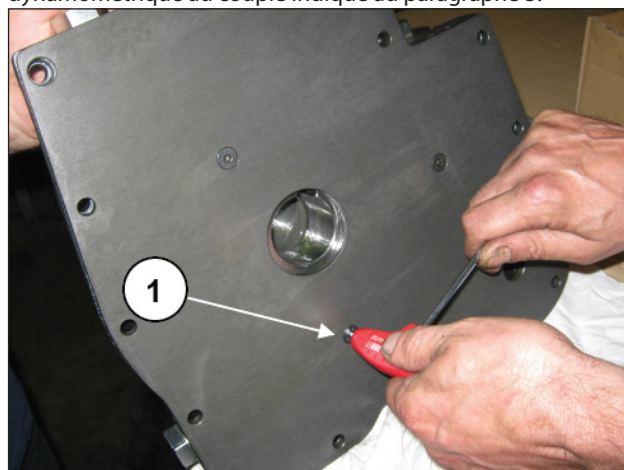

Fig. 153
Monter la plaque arrière du corps de la pompe à huile en serrant les trois vis M6 (rep. ①, Fig. 153) avec une clé dynamométrique au couple indiqué au paragraphe 3.